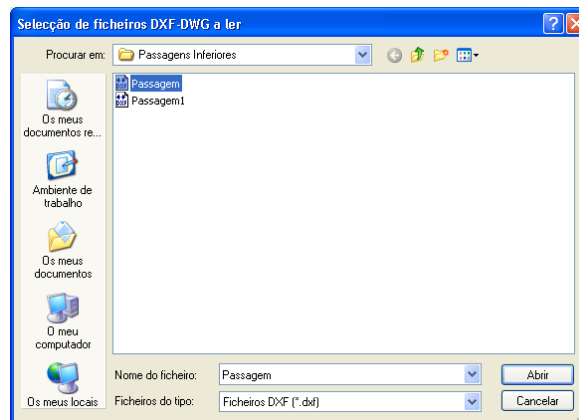

Fig. 2.10
2. Prima o ícone  **Adicionar**. Abre-se-á a janela **Seleção de ficheiros DXF-DWG a ler** (Fig. 2.10) e será pedido para seleccionar o tipo DXF ou DWG. Procure o ficheiro que criou no CAD previamente, seleccione-o e prima **Abriu**.